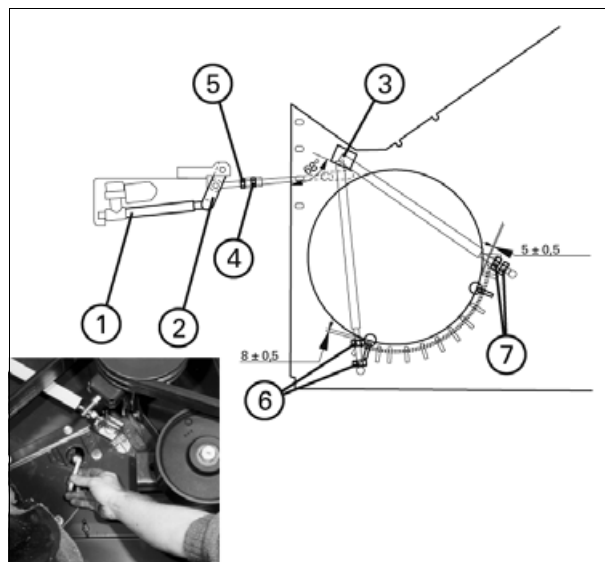

Рис. 2.
Отрегулировать рычаг (3) на правой стороне при помощи гайки (4), как показано на (рис. 2). Угол между рычагом (3) и стороной машины должен составлять 68°. После выполнения регулировки законтрите гайку (5).